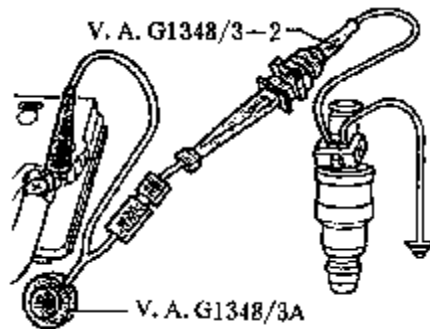

图 5-9 检查喷油器喷油量
(2) 把要检测的喷油器放到喷油量检测器 V.A.G1602 的测量杯中，用 V.A.G1594 辅助线束把要检测的喷油器的一个端子同发动机搭铁相连，用辅助导线及导线接头 V.A.G1348/3-2（图 5-9）把喷油器的另一个端子同遥控器 V.A.G1348/3A 相连，把鳄鱼夹夹到蓄电池的正极上。
(3) 开始执行元件诊断并触发 1 缸的喷油器（N30）（燃油泵须运转），屏幕显示：
(4) 检查喷油器泄漏（目视检查），当燃油泵工作时，每个喷油器每分钟的漏油量只允许 1 或 2 滴，如果较多的燃油泄出，关闭燃油泵（终止执行元件的诊断）并更换有故障的喷油器，必要时再次进行执行元件诊断。需注意要重新进行执行元件的诊断必须先短时关闭点火开关。